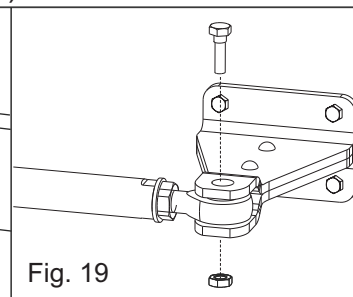

Fig. 19
- Fixez la tige sur le support antérieur en serrant la vis en dotation (Fig. 19)